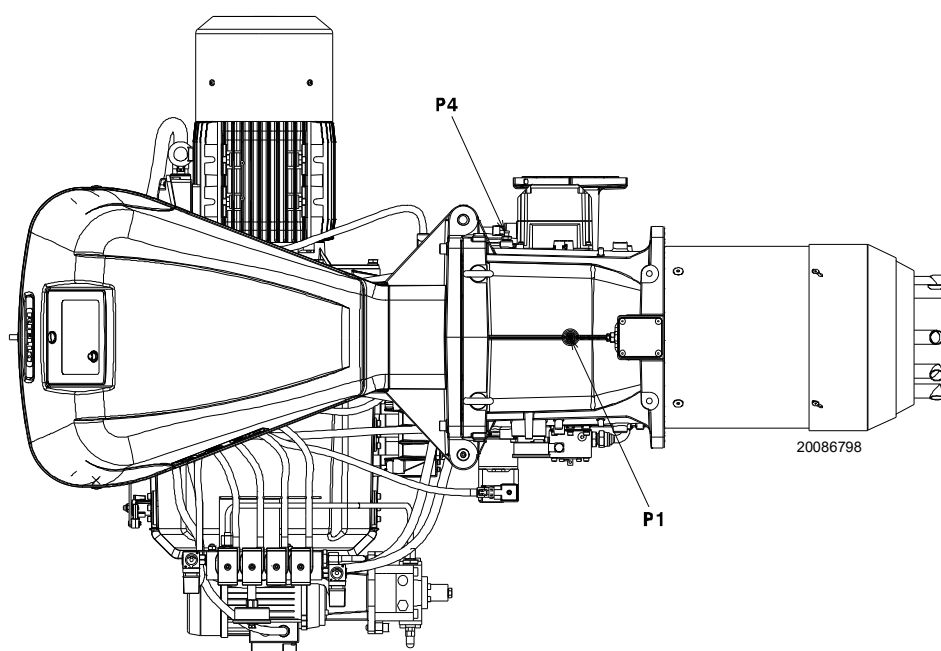

Fig. 27
Presiunea gazului măsurată la ieșirea P1) (Fig. 27 la pag. 30), cu:
- scădeți presiunea din camera de ardere din presiunea gazului la orificiul P1) (Fig. 27 la pag. 30).
Presiunea gazului la orificiul P1) (Fig. 27) = 29,4 mbar
Pentru a cunoaște presiunea de gaz necesară la ieșirea P1)(Fig. 27 la pag. 30), setați puterea MAX la care doriți să funcționeze arzătorul:
- Citiți în dreapta, coloana 1, presiunea la priza P1) (Fig. 27 la pag. 30).
presiunea necesară la priza P1) (Fig. 27 la pag. 30).